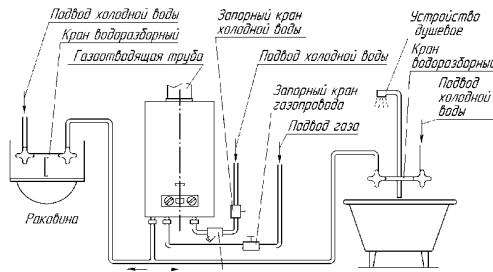

Рисунок 3. Схема установки аппарата
2.1.10. Рекомендуемая схема установки (подключения) аппарата приведена на рис. 3.
2.3.1. Для увеличения срока службы аппарата и улучшения его эксплуатационных характеристик рекомендуется устанавливать перед аппаратом фильтр очистки воды (см. рис. 3).
2.3.2. Для облегчения последующего технического обслуживания необходимо установить перед аппаратом запорный кран на трубопроводе подвода холодной воды (рис. 3). Запорный кран должен быть легкодоступен.